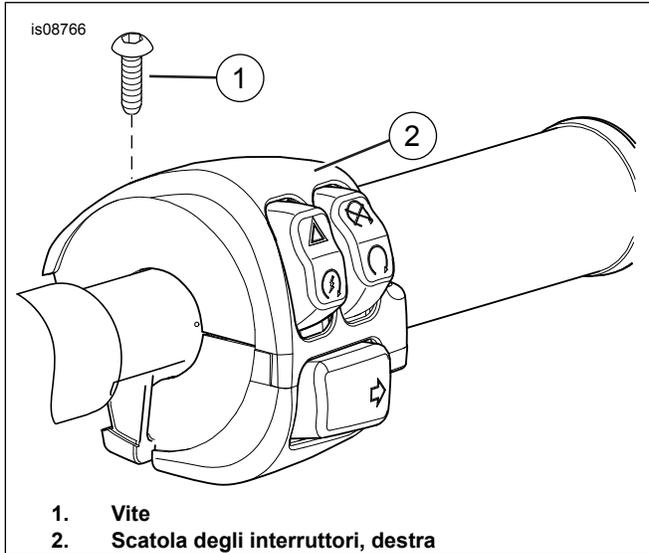

Figura 2. Vite e scatola degli interruttori
3. Vedere Figura 2. Rimuovere la vite (1) dalla scatola degli interruttori del lato destro (2). **Modelli Road King 2014 e anni successivi:** conservare la vite per usarla in seguito. **Tutti gli altri modelli:** eliminare la vite.